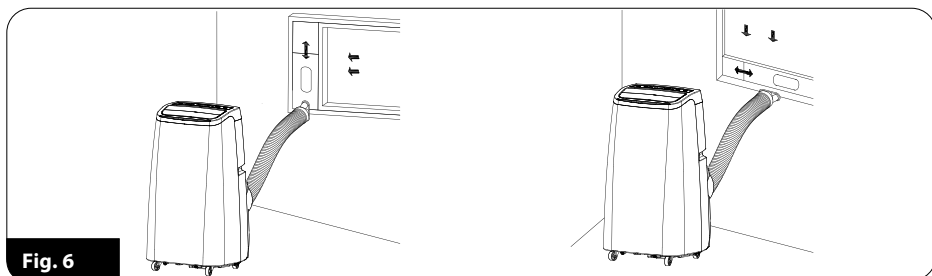

Fig. 6
- ▶ Sett den flate enden (16) av utløpsrøret for varmluft inn i vinduslista (fig. 6)